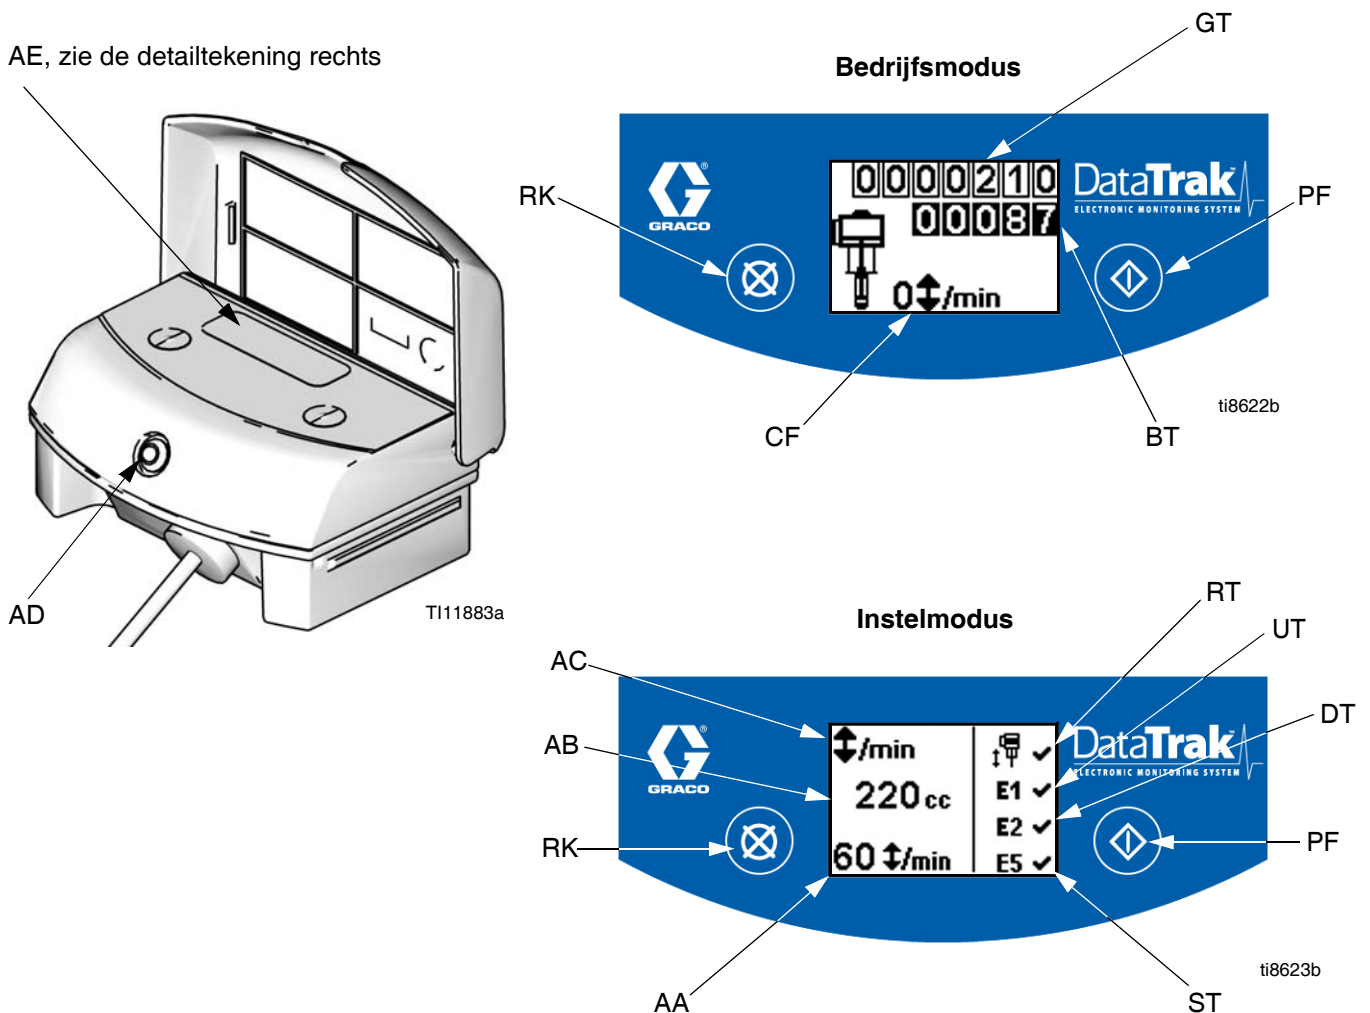

Fig. 9. DataTrak-besturing en -indicatoren
Legende voor Fig. 9
1. Zie FIG. 9. Druk op de knop  gedurende 5 seconden ingedrukt tot het instelmenu getoond wordt.
OPMERKING: wanneer de overtoeren-, E1-, E2- en E5-foutopties ingeschakeld zijn, zal een  getoond worden op het instelscherm. Zie FIG. 9.
1. Zie FIG. 9. Als overtoeren van de pomp voorkomt, zal de overtoerensolenoid ingeschakeld worden, waarna de pomp tot stilstand gebracht wordt. De led (AD) zal knipperen en het scherm (AE) zal een overtoerentoeestand aantonen (zie Tabel 1). Het scherm zal beurtelings de zes instructieschermen tonen.
2. Overtoerenschermen 1 en 2: om de overtoerensolenoid te resetten, sluit u de hoofd luchtklep (U). Wacht op lucht om de luchtmotor volledig te ontlichten.
uit (zie FIG. 9).
1. Zie FIG. 9. Ga naar de vul-/spoelmodus, druk op eender welke toets om het scherm op te roepen, druk dan op . Het vul-/spoelsymbool zal op het scherm getoond worden en de led zal knipperen
2. In de vul-/spoelmodus is de overtoerenbeveiliging uitgeschakeld en de batchteller (BT) telt niet. De totaal teller (GT) gaat door met tellen.
Zie FIG. 9. Het laatste cijfer van de batchteller (BT) staat voor de tiende gallon of liters. Om de teller te resetten, drukt u op eender welke knop om het scherm op te roepen, daarna drukt u op  en houdt u deze knop gedurende 3 seconden ingedrukt.
Zie FIG. 9. Het scherm (AE) zal na 1 minuut inactiviteit in de bedrijfsmodus of 3 minuten in de instelmodus uitgeschakeld worden. Druk op eender welke knop om het scherm op te roepen.
DataTrak kan verschillende problemen diagnosticeren bij de pomp. Wanneer de monitor een probleem detecteert, zal de led (AD, FIG. 9) knipperen en zal een diagnosecode op het scherm getoond worden. Zie Tabel 1.